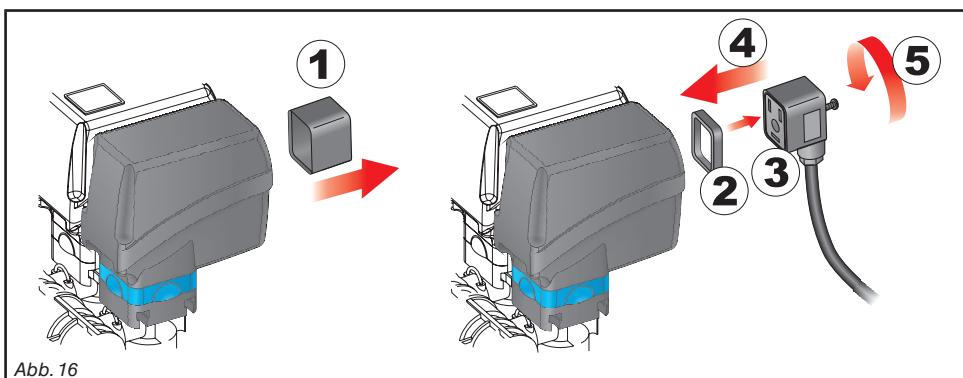

Abb. 16
- Alle zu den Ventilen führenden Verbindungsstecker müssen vor ihrem Anschluss mit einer entsprechenden Abdichtung versehen werden (Abb. 16).
- Die Schutzkappe (1, Abb. 16) vom elektrischen Ventil abnehmen.
- Die Dichtung (2) ausrichten, indem man sie auf den Stecker (3) fügt, dann den Stecker durch Eindrücken bis auf Anschlag (4) anschließen: **beim Einführen darauf achten, dass die elektrischen Kontakte am Ventil nicht verbogen werden.**
- Die Schraube (5) bis zur kompletten Feststellung anziehen.